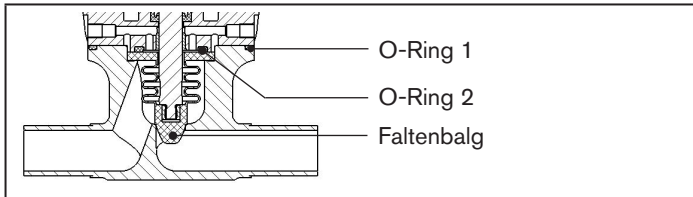

Bild 5: Detail (Ventilgehäuse - O-Ringe)
- O-Ring 1 vom Ventilgehäuse entfernen - siehe „Bild 5“.